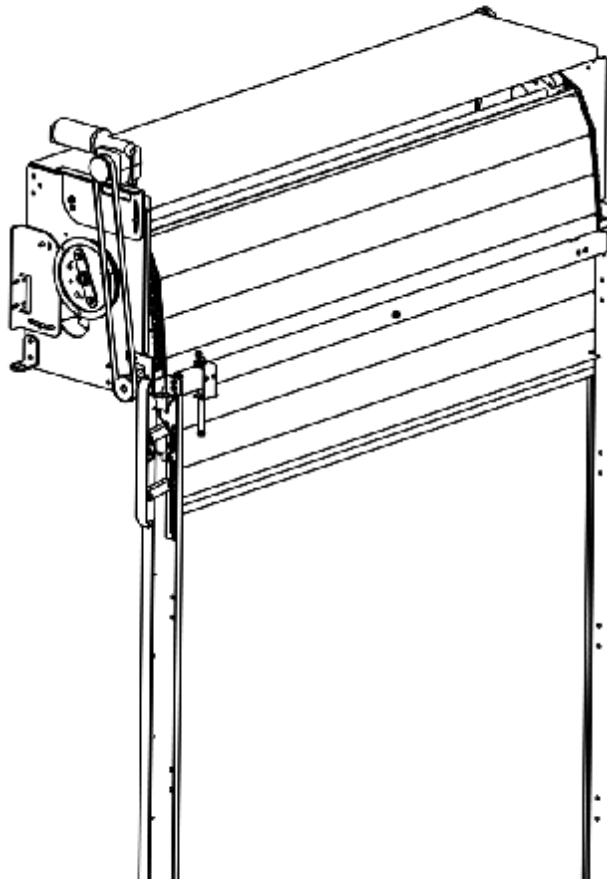

Bild 2
8. Kontrollera att det främre tvärstaget är vågrätt (bild 2).